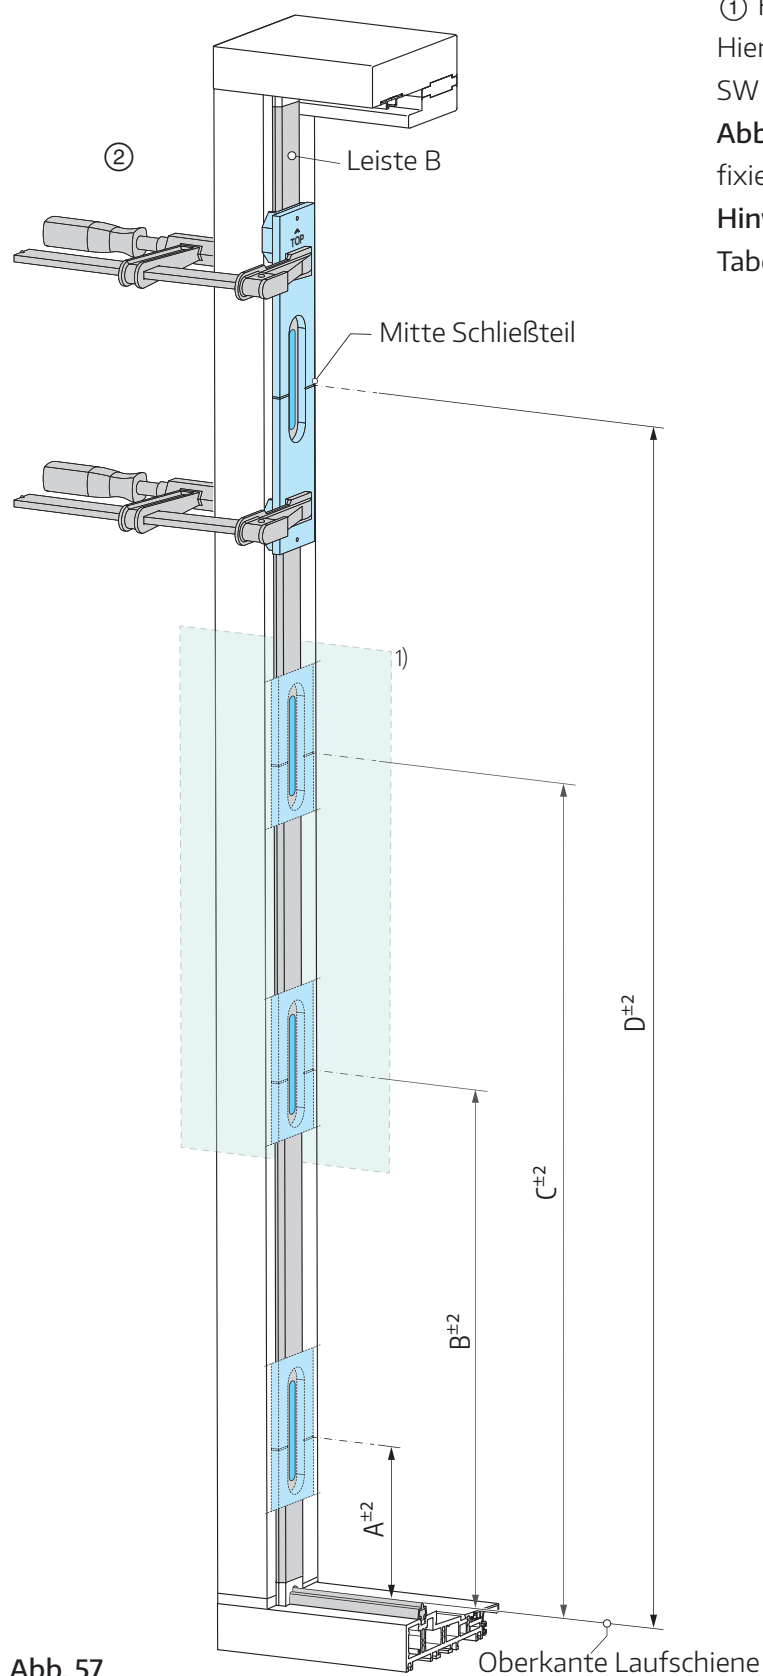

Abb. 57
① Fräslehre für Hakenschießteil zusammenfügen. Hierzu die Adapter mittels Innensechskantschrauben, SW 3, an der Rückseite der Lehre anschrauben, siehe **Abb. 56**. ② Fräslehre auf Leiste B positionieren und fixieren, **Abb. 57**.